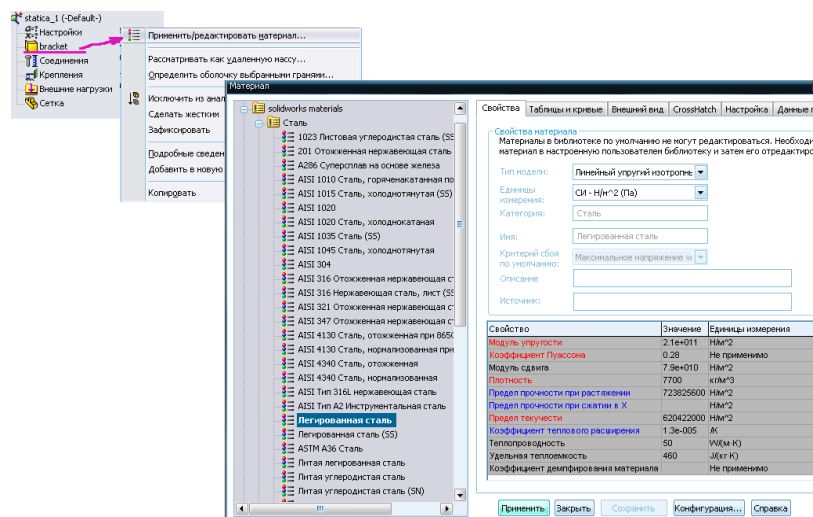

Рисунок 1.5 – Задание материала конструкции
3. Задайте материал конструкции – легированная сталь (рис. 1.5).